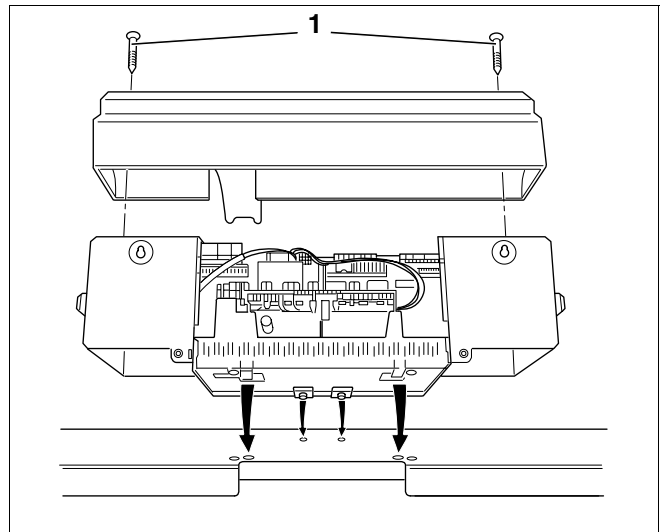

Fig. 23 Montaj aparat de reglare Logamatic 4311 / 4312
- Deșurubați cele 2 șuruburi de tablă (Fig. 23, **Poz. 1**) de sus de la carcasa ce acoperă clemele și îndepărtați carcasa.
- Așezați aparatul de reglare astfel încât cârligele din față să poată fi introduse în găurile ovale, trageți aparatul de reglare în față și apoi împingeți-l în spate până când cele 2 cârlige elastice se fixează (săgeți – Fig. 23).
- Așezați carcasa ce acoperă clemele și înșurubați-o cu 2 șuruburi din tablă (Fig. 23). Acordați o atenție deosebită dirijării cablurilor și tevilor capilare!